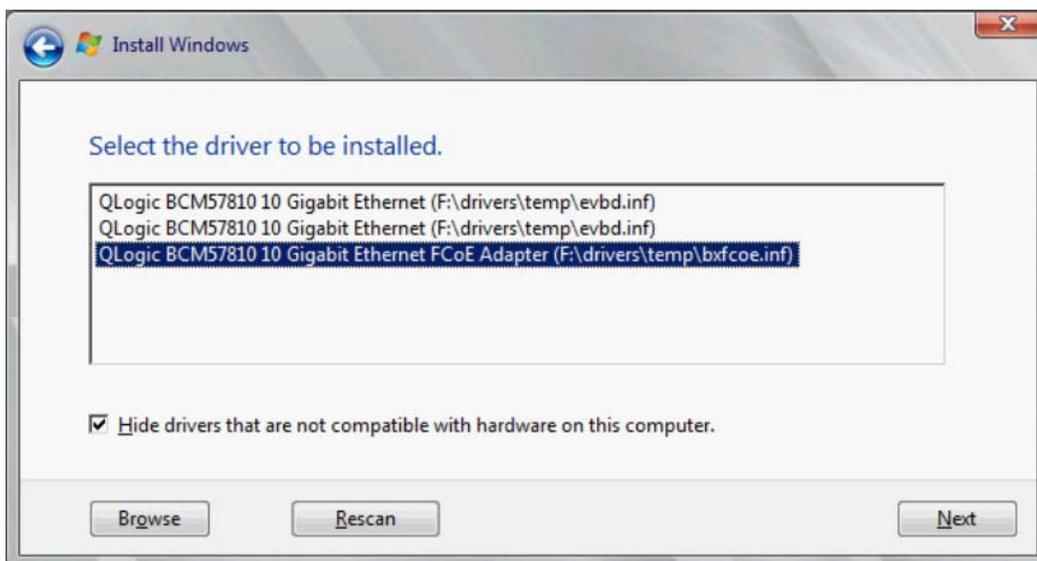

Ilustración 14-12. Instalación del controlador bxfcoe
2. Cargue el controlador bxfcoe (OFC) (Ilustración 14-12).